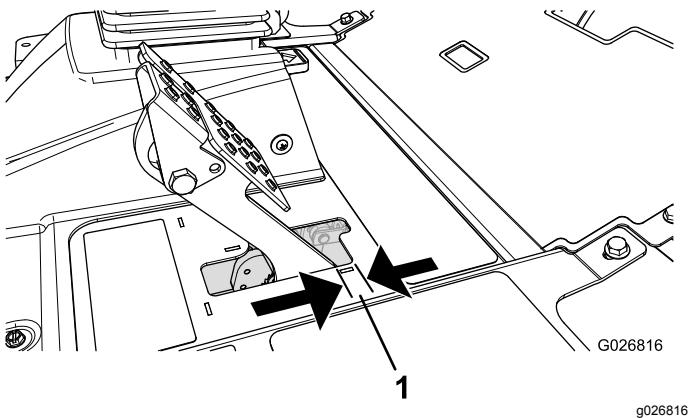

Рисунок 51
Тормоза необходимо отрегулировать, если свободный ход (Рисунок 51) педали тормоза превышает 2,5 см или требуется большее усилие нажатия для торможения. Свободный ход — это расстояние перемещения педали тормоза до ощущения тормозного сопротивления.
- Затягивая заднюю гайку, переместите тросик назад так, чтобы свободный ход педалей тормоза составил от 0,63 до 1,27 см (Рисунок 51) до момента фиксации колес.